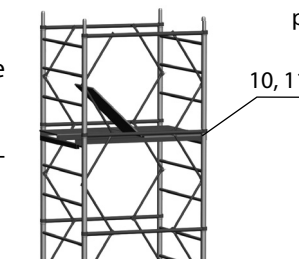

рис. 5
- Установить настилы на высоте не более 11,0 м (рис. 5).
- Последняя секция вышки, служит ограждением рабочей зоны (рис. 5).